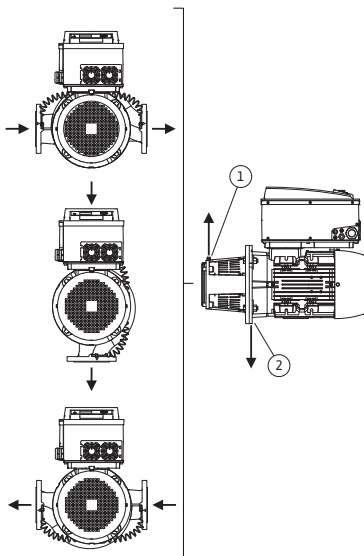
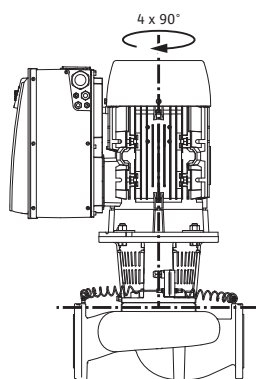

Fig. 18: Допустимые монтажные положения с горизонтальным валом электродвигателя
Fig. 19: Допустимые монтажные положения с вертикальным валом электродвигателя
Допустимые монтажные положения с горизонтальным валом электродвигателя и электронным модулем вверх (0°) показаны на Fig. 18. Не показаны допустимые монтажные положения с смонтированным сбоку электронным модулем (+/- 90°). Допускается любое монтажное положение, кроме «электронным модулем вниз» (-180°). Вентиляция насоса обеспечивается только при условии, что вентиляционный клапан обращен вверх (Fig. 18, поз. 1).
Только в этом положении (0°) может осуществляться направленное отведение накапливающегося конденсата через имеющееся отверстие, фонарь насоса и электродвигатель (Fig. 18, поз. 2).
- Вентиляционный клапан на промежуточном корпусе (Fig. 6, поз. 1.31) при горизонтальном расположении вала электродвигателя должен быть обращен вверх (Fig. 6a и Fig. 6b). При вертикальном расположении вала электродвигателя допускается любое положение клапана. См. также Fig. 18: «Допустимые монтажные положения с горизонтальным валом электродвигателя» на стр. 212 или Fig. 19: «Допустимые монтажные положения с вертикальным валом электродвигателя» на стр. 213.
- При горизонтальном положении вала электродвигателя отверстие для отвода конденсата должно быть направлено вниз (Fig. 18, поз. 2). При необходимости следует соответствующим образом повернуть электродвигатель.